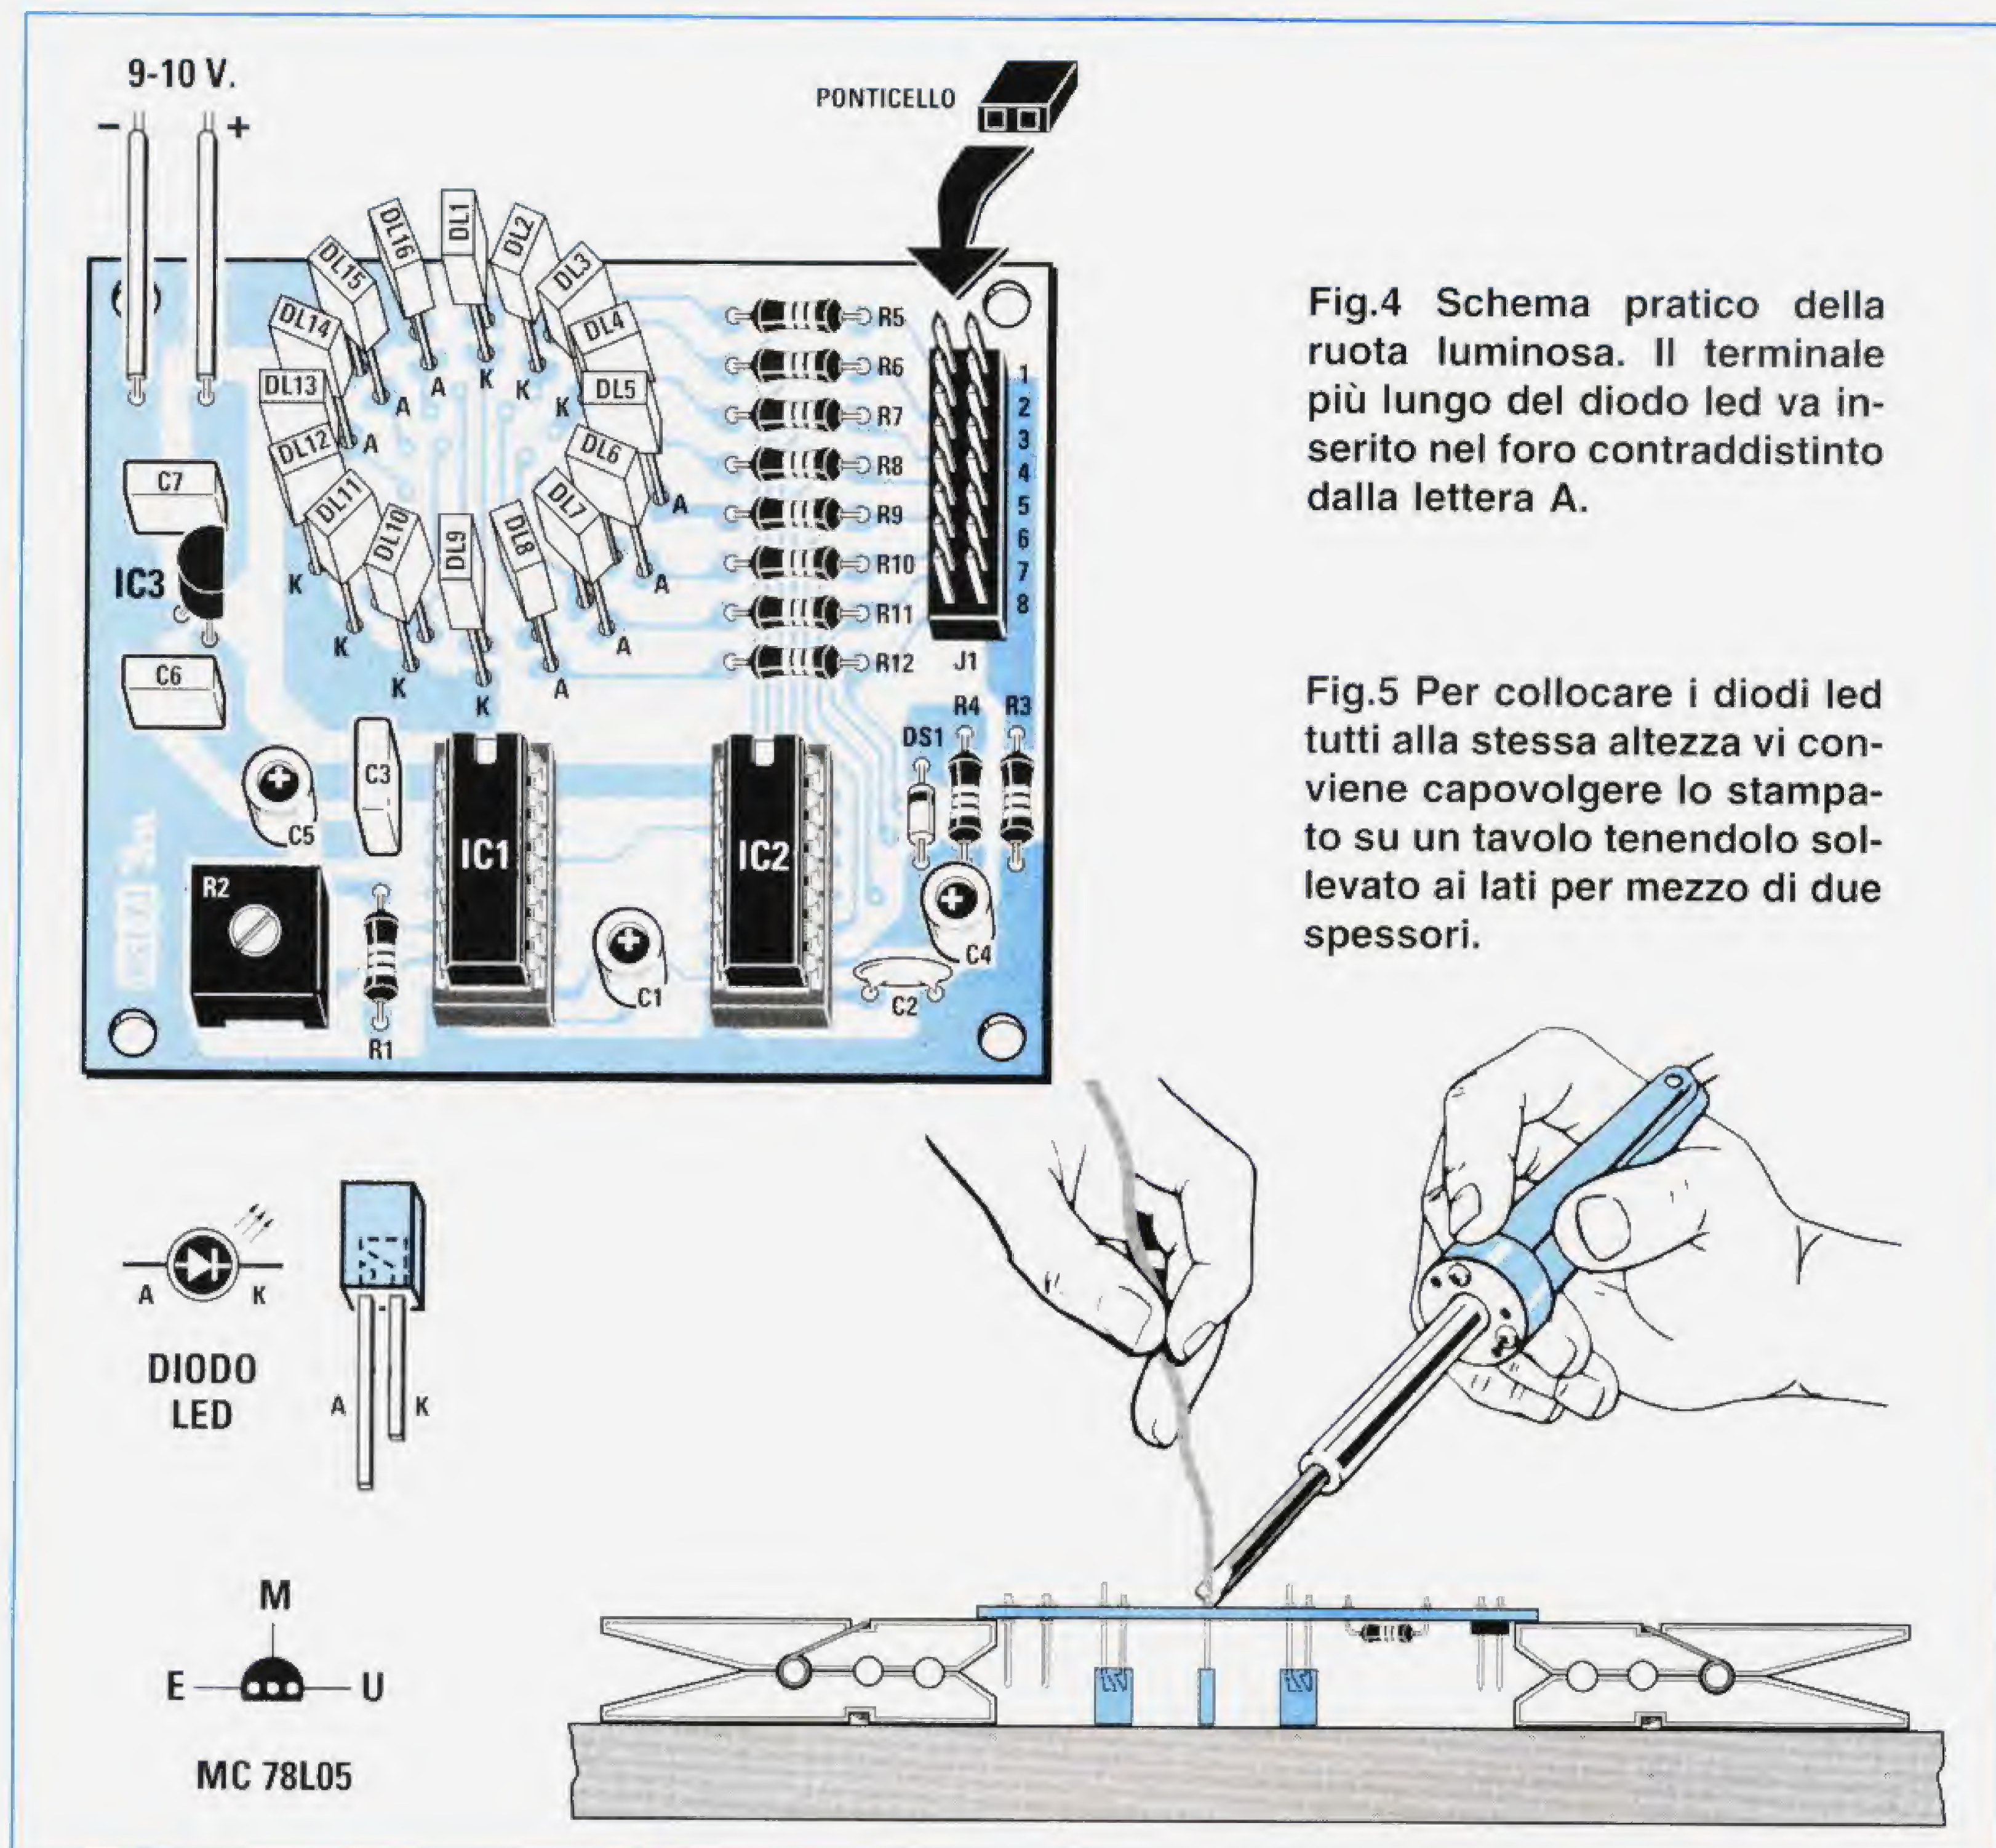

Fig.4 Schema pratico della ruota luminosa. Il terminale più lungo del diodo led va inserito nel foro contraddistinto dalla lettera A.
In fig.4 potete osservare lo schema pratico di montaggio.
**Fig.4 All'atto pratico consigliamo di uscire dalla presa Din con due cavetti schermati, uno bifilare per la microtelecamera ed uno monofilare per il microfono. Il diodo zener andrà posto vicino alla microtelecamera rivolgendo il lato contornato da una fascia NERA verso il cavetto coassiale. Prima del diodo zener preleveremo, tramite la resistenza da 1.000 ohm, la tensione dei 13,2 volt per alimentare il microfono a fet.**